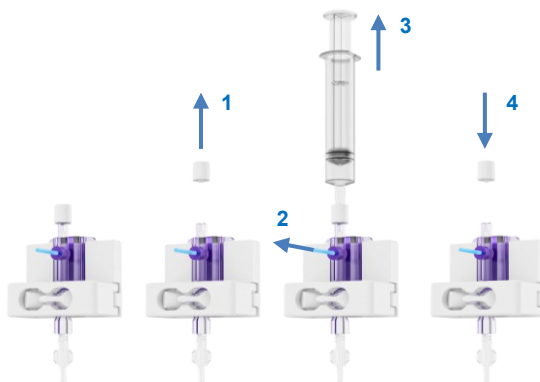

Figure 23 Dégazage du capteur de pression
- Enlevez le bouchon sur le capteur de pression et insérez une seringue stérile sur l'orifice ouvert (Figure 23 ; étape 1).
- Pour remplir la ligne de pression et éliminer l'air, tirez sur la languette bleue (Figure 23 ; étape 2) tout en aspirant avec la seringue (étape 3). Arrêtez une fois que l'air a été éliminé.
- Remettez le bouchon sur le capteur de pression (Figure 23 ; étape 4).